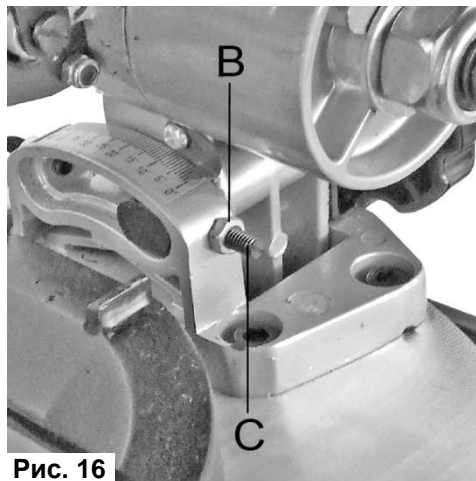

Рис. 16
- Ослабьте стопорную гайку (В) регулировочного болта (С)(См. Рис.16).
- Используя угольник (А), установите угол 90° пильного диска (5) относительно поворотного стола (8), вращением гайки (В) отрегулируйте верное положение допуска.
- Руководствуйтесь показаниями указателя и шкалы наклона пилы. Зафиксируйте стопорную гайку (В)(См. Рис.16).